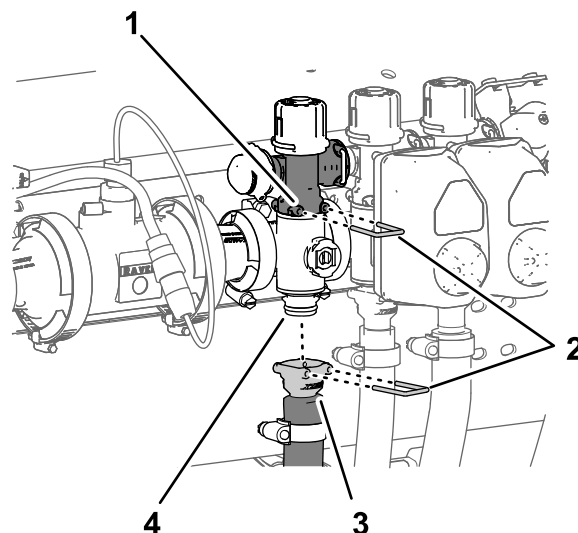

Figura 106
1. Retire o pino de ligação rápida que prende o acoplador de ligação rápida para a válvula de distribuição de secção à válvula do coletor da secção (Figura 106).
2. Retire o pino de ligação rápida que prende o acoplador de ligação rápida para o tubo de fornecimento de secção ao coletor para a união de ligação rápida da válvula do coletor da secção (Figura 106).